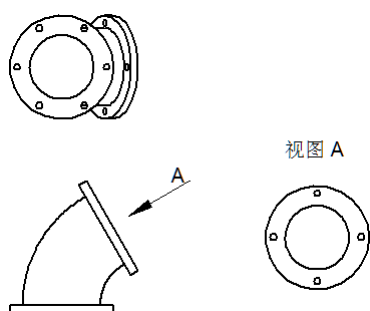

图 4.3.35 修改视图 A 的深度
Step3. 在“设置图纸视图深度”命令条中 **深度** 文本框中输入值 30，然后单击图纸空白处完成设置，单击“更新视图”按钮 ，结果如图 4.3.35 所示。